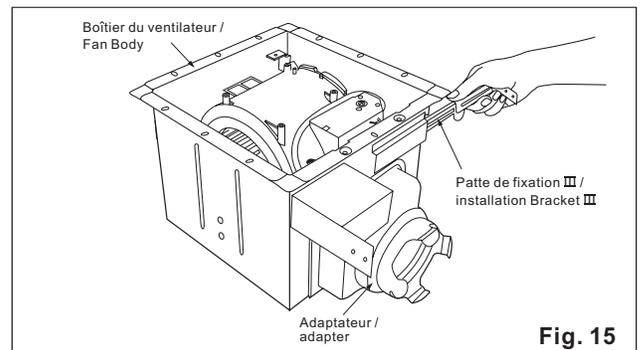

Fig. 15
2. Insérer la patte de fixation III dans la fente située sur le même côté que l'adaptateur (voir Fig.15).
2. Insert the installation bracket III into slot of the adapter side. (Fig.15)